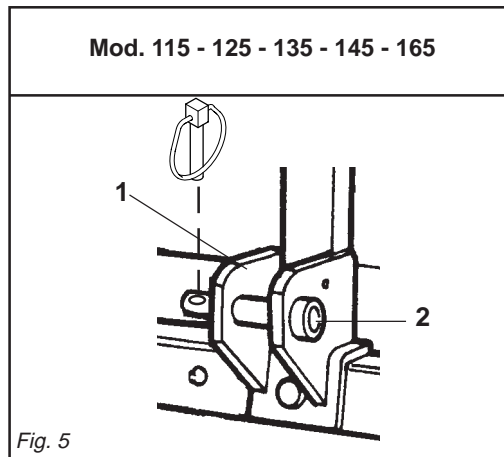

Fig. 5
Poiché le barre del sollevatore di ciascun trattore hanno una loro lunghezza ed un foro con un ben determinato diametro, è necessario per ogni modello determinare la posizione più favorevole della zappatrice da applicare, inserendo i perni (2 Fig. 5) nei fori delle piastre più indicate a seconda della necessità e del giusto diametro.
- 1 - Accostare le barre del sollevatore ponendole all'interno delle piastre più indicate (1 Fig. 5), inserire il perno (2 Fig. 5) nel foro predisposto e bloccare con le copiglie a scatto.
The implement may only be hitched to the tractor on flat ground. All steering hoes can be hitched to any tractor equipped with a universal three-point coupling. Since the lifting bars of the lift on each tractor are of a certain length and possess a hole with a certain diameter, it will be necessary to establish the most favourable position for the steering hoe according to the model in question. This is done by inserting the pins (2 Fig. 5) into the most suitable plate holes as required.
- 1 - *Near the lift bars, setting them in the most suitable plates (1 Fig. 5). Insert the pin (2 Fig. 5) into the relative hole and lock in place with the snap-in split pins.*
Der Anbau des Gerätes am Schlepper muß auf ebenem Boden erfolgen. Alle Hackfräsen lassen sich an jedem Schlepper montieren, der mit einer universellen Dreipunkt-Kupplung versehen ist. Da die Lenker jedes Schlepplers eine andere Länge und ein Loch mit einem bestimmten Durchmesser haben, ist es für jedes Modell erforderlich, die günstigste Anbauposition der Hackfräse festzulegen, indem man die Bolzen (2 Abb. 5) in die Löcher der Platten steckt, die je nach Bedarf und dem richtigen Durchmesser in Frage kommen. Der Hersteller haftet nicht für Schaden am Schlepper.
- 1- Die Lenker des Krafthebers annähern und in die am besten geeigneten Platten schieben (1 Abb. 5). Den Bolzen (2 Abb. 5) in das Loch stecken und mit dem einrastenden Splint blockieren.
Les barres du relevage de chaque tracteur ont une longueur et un trou d'un diamètre donné; pour chaque modèle, il faudra donc déterminer la position plus favorable de la houe à monter, en mettant les axes (2 Fig. 5) dans les trous des plaques les plus appropriées suivant les nécessités et du diamètre convenable. Notre société décline toute responsabilité en cas de dommages au tracteur.
- 1 - *Approchez les barres du relevage en les plaçant à l'intérieur des plaques les plus appropriées (1 Fig. 5), introduisez l'axe (2 Fig. 5) dans le trou correspondant et bloquez par les goupilles à encastrement.*
Considerando que las barras del elevador de cada uno de los tractores tienen una longitud y un orificio con un preciso diámetro, es necesario para cada modelo determinar la posición más favorable de la binadora a aplicar, introduciendo los pernos (2 Fig. 5) en los orificios más adecuados de acuerdo a su diámetro.
- 1- Acercar las barras del elevador poniéndolas dentro de las placas más indicadas (1 Fig. 5), introducir el perno (2 Fig. 5) en el orificio y bloquear con los pasadores de resorte.